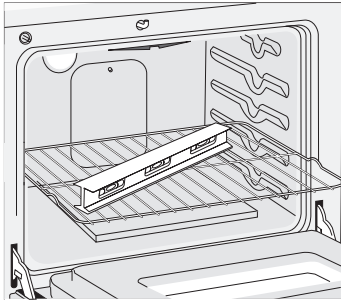

Figura 12
2. Ponga un nivel sobre la parrilla (Figura 12). Tome dos lecturas con el nivel puesto diagonalmente en una dirección y después en la otra. Nivele la estufa, si es necesario, ajustando las 4 patas niveladoras con una llave de tuercas.